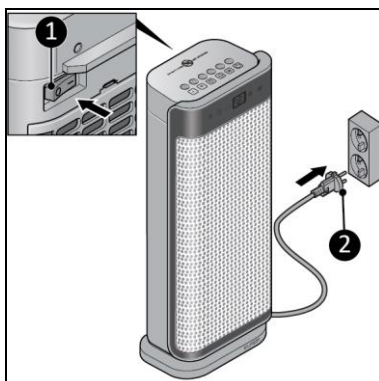

Figura 7
2. Asigurați-vă că dispozitivul este în poziția OPRIT (Figura 7, poz. 1).
4. Introduceți ștecărlul (Figura 7, poz. 2) într-o priză de perete ușor accesibilă. Utilizați o priză de perete cu o putere minimă de 2000 wați.